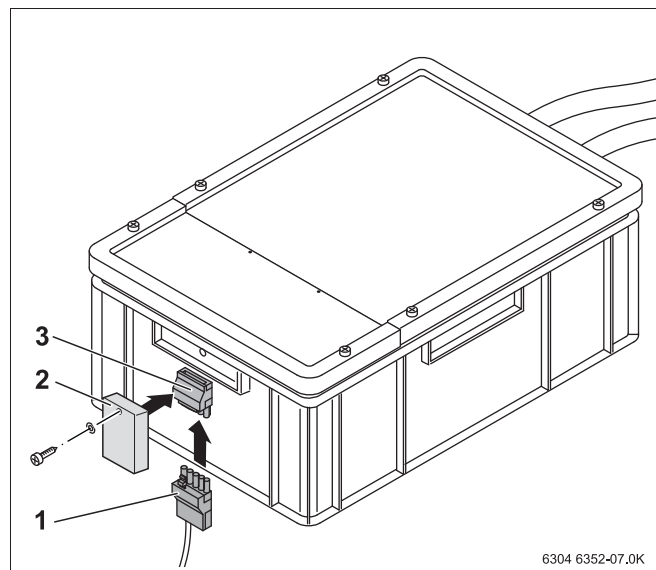

Рис. 6 Подключение соединительного провода
- Подключите соединительный провод (рис. 6, **поз. 1**) к устройству нейтрализации и к системе управления в соответствии с отдельной электрической схемой соединений.
- Установите крышку (рис. 6, **поз. 2**) на штекер.